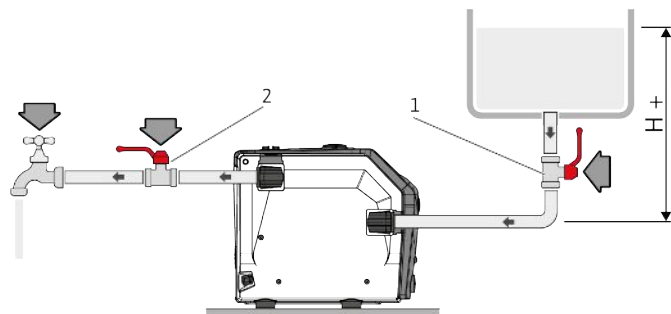

Fig. 9: Funzionamento a carico
- Riempire il prodotto con acqua (circa 1,5 l) fin quando l'acqua fuoriesce dall'apertura di ventilazione (Fig. 9).